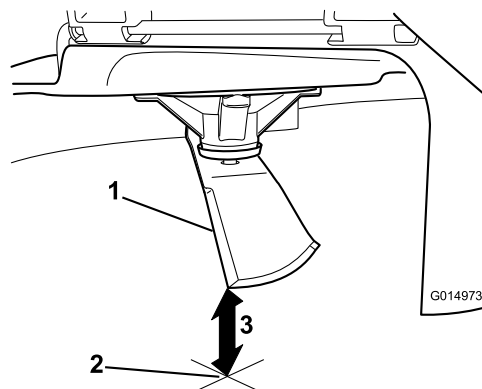

Figura 75
5. Măsurați de la vârful lamei până la suprafața plană (Figura 75).